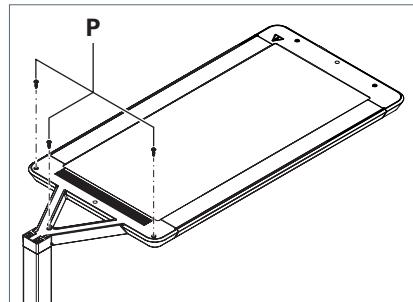

Fig. 10 : Visser le recouvrement.
- ▶ Vissez le recouvrement avec les trois vis **P**, voir Fig. 10.